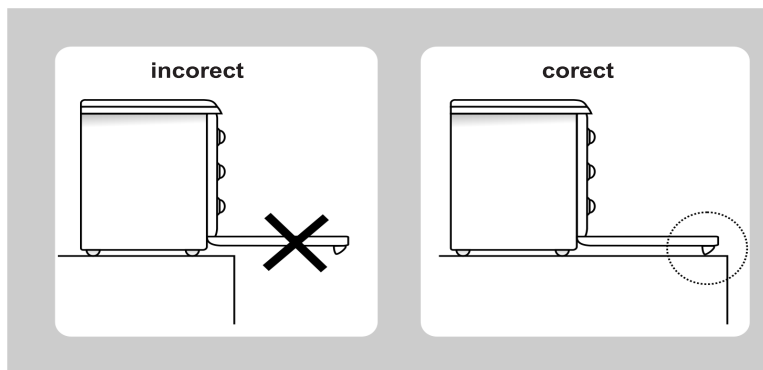

Fig. 4
- Pentru a evita răsturnarea, aragazul trebuie să fie instalat potrivit fig. 4.